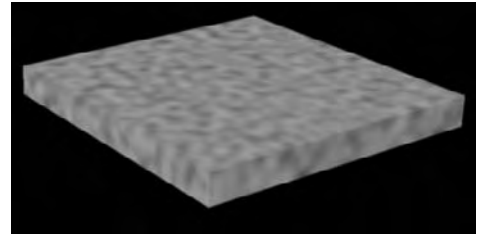

Fig.13.41
- Effectuez un rendu pour voir le résultat (fig.13.41).